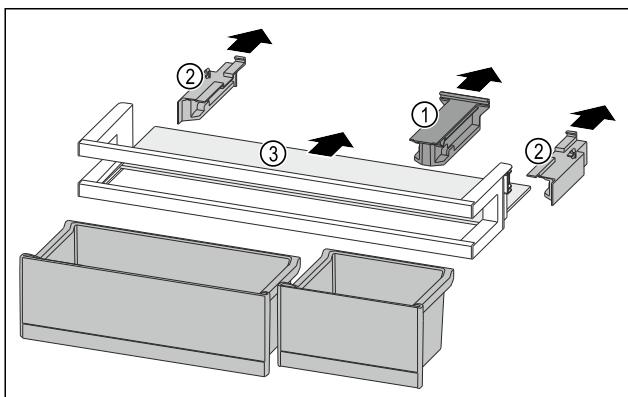

Fig. 119
- ▶ Retirer la pièce de retenue Fig. 119 (1).
- ▶ Retirer les parties latérales Fig. 119 (2).
- ▶ Retirer la tablette de rangement Fig. 119 (3).